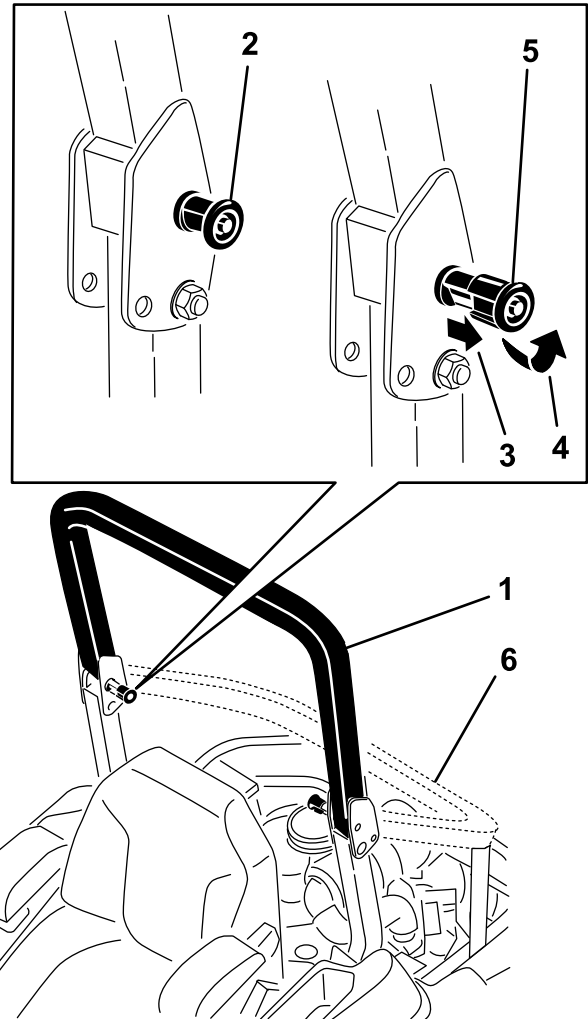

Figura 8
2. Tire de ambos pomos hacia fuera y gírelos 90 grados para desengranarlos (Figura 8).
3. Baje la barra antivuelco (Figura 8).
1. Eleve la barra anti-vuelco a la posición de trabajo y gire los pomos hasta que se introduzcan parcialmente en las ranuras (Figura 8).
2. Eleve la barra antivuelco a la posición vertical, presionando sobre la parte superior de la misma; las clavijas encajarán en cuanto se alineen con los orificios (Figura 8).